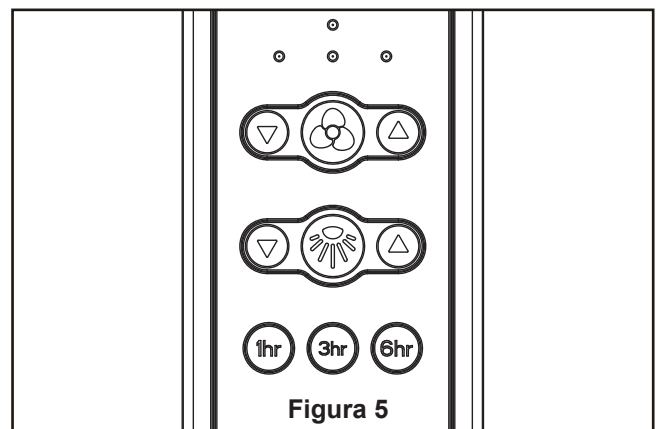

Figura 5
5. Instale la ensamble de kit de luz en la ensamble de la placa de iluminación usando las dos ranuras principales. Vuelva a colocar el tornillo retirados previamente y asegure los tres tronillos. (Figura 5)
5. Funciones del control remoto: (Figura 5)